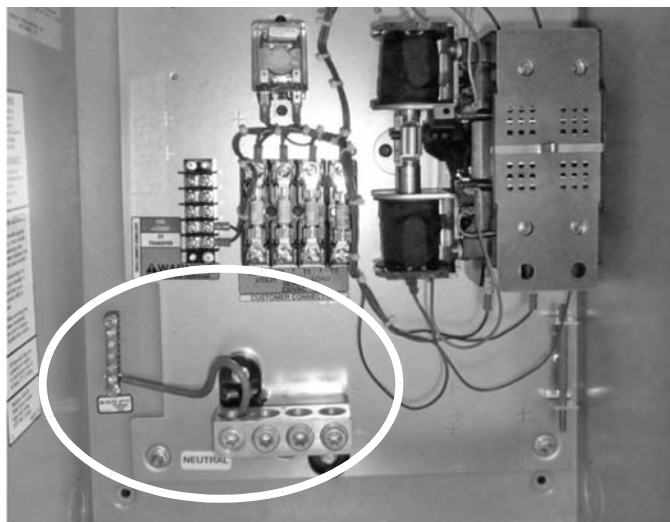

Рис. 2-6.
10. Установите навесной провод между поставляемым блоком нейтрали и заземлением (рис. 2-6).